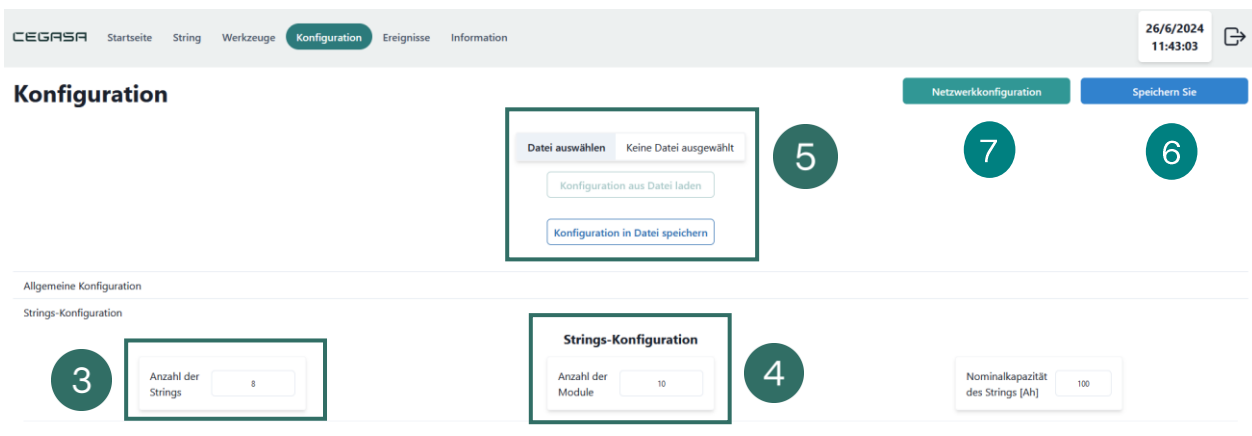

Abbildung 2-2 WebApp. Bildschirm Config – Registerkarte Konfiguration der Strings
3. **Anzahl der parallel geschalteten Strings**, auf der Registerkarte Konfiguration der Strings (3, Abbildung 2-2). Sie entspricht der Anzahl der an das System angeschlossenen BMU.
4. **Anzahl der in Reihe geschalteten Module im String**, auf der Registerkarte Konfiguration (4, Abbildung 2-2). Sie entspricht der Anzahl der in Reihe geschalteten Module, die an jede BMU angeschlossen sind.
Es besteht die Möglichkeit, die Konfigurationsdatei zu speichern und/oder zu laden, indem Sie die Optionen Datei laden oder speichern verwenden. (5, Abbildung 2-2).
Sobald die Konfiguration abgeschlossen ist, müssen Sie die Schaltfläche „Speichern“ (6, *Abbildung 2-2*) drücken, um die definierte Konfiguration an das Master-Gerät zu senden. Wenn der Installateur die Variablen des Batteriemodells und/oder die Anzahl der Module ändert, wird das System automatisch neu gestartet, was einige Sekunden dauern kann.
Auf dem Konfig. besteht die Möglichkeit, das Ethernet-Netzwerk zu konfigurieren, indem Sie auf die Schaltfläche Netzwerkkonfiguration (7, *Abbildung 2-2*) klicken. Mit dieser Konfiguration kann eine feste IP oder DHCP konfiguriert werden.